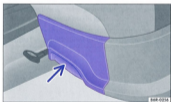

Fig. 91 Tiroir sous le siège avant
- Pour ouvrir, appuyez sur la touche du levier du tiroir ⇒ fig. 91 (flèche) et ouvrez le tiroir.